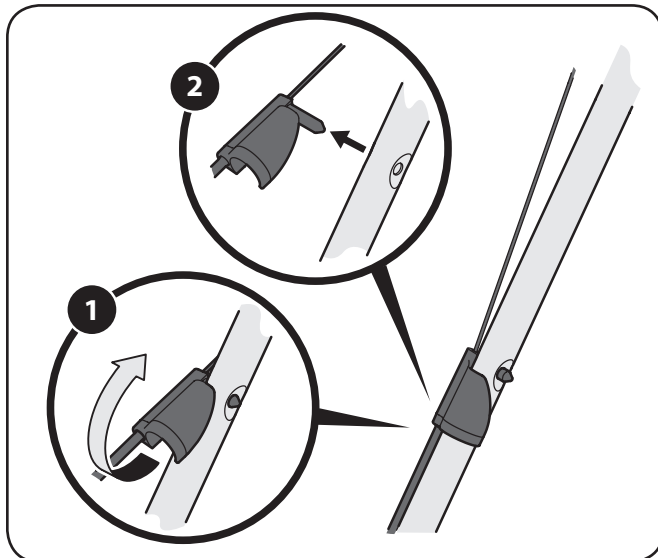

Figure 6-3
1. Faites pivoter le raccord du câble d'entraînement (situé sur la poignée supérieure gauche) vers le haut. Voir Figure 6-3.